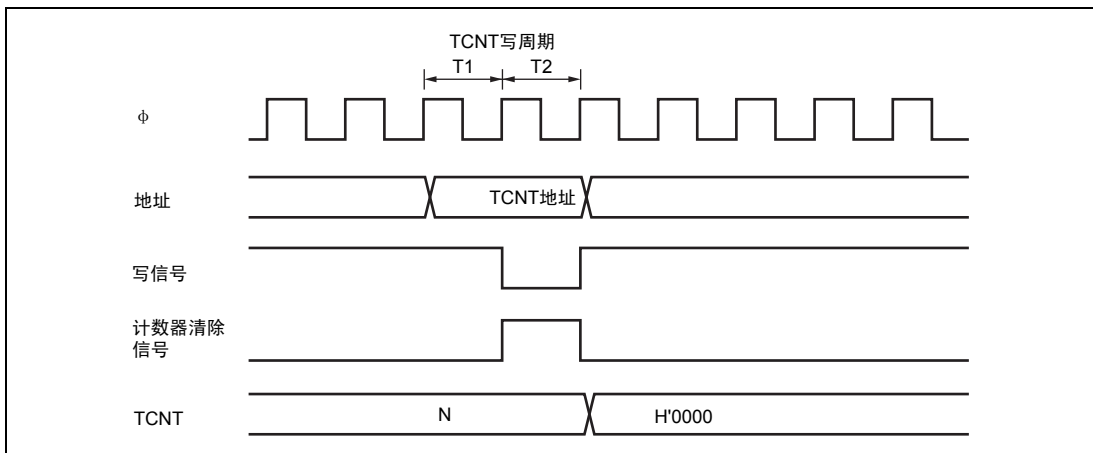

图 12.24 TCNT 的写和清除的竞争
2. 对寄存器的写在写周期中的 T2 状态进行。如图 12.24 所示，如果在 TCNT 写周期中的 T2 状态产生计数器清除信号，就优先清除 TCNT 而不进行 TCNT 的写操作。当对 TCNT 的写和 TCNT 的累加计数发生竞争时，写优先。